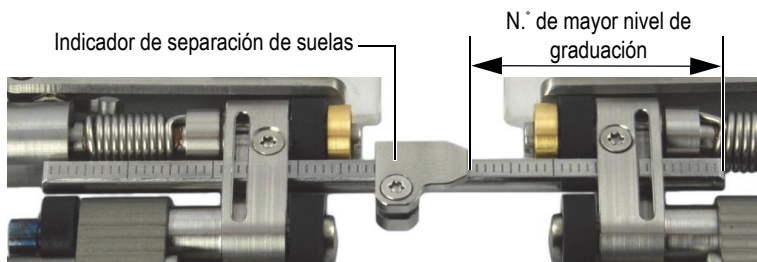

Figura 2-25 Posicionamiento del indicador de separación de las suelas
3. Deslice el (los) indicador(es) de separación a través de la(s) barra(s) de conexión para que el lado derecho del indicador de separación de las suelas esté alineado con el mayor N.º de graduación a partir de la parte final derecha de la(s) barra(s) de conexión. Véase la Figura 2-25 en la página 56.